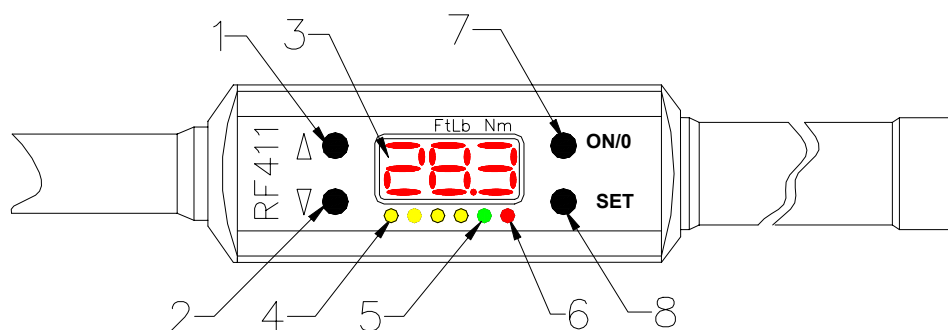

Рисунок 2
Размеры	рисунок 2, таблица 3
4.2. На передней панели электронного модуля (рис. 2) расположены: